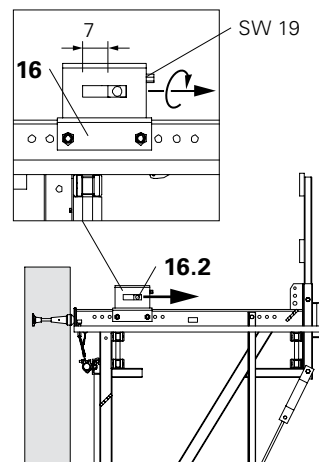
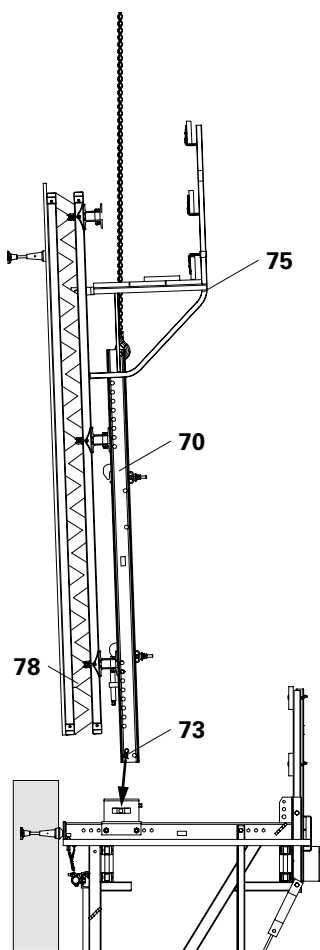

Fig. B2.05a
Fig. B2.05b
1. Arretrare la slitta (16.2) del dispositivo di posizionamento CB 160 (16), Ch 19, v. B3. (Fig. B2.05a)
2. Aprire l'impalcato della piattaforma di getto (31) sopra al corrente verticale. Assicurare eventuali oggetti non fissati.
3. Agganciare la cassaforma (78) completa di piattaforma di getto al corrente verticale CB 160 (70) e posizionarla sulla piattaforma..(Fig. B2.05b)
4. Fissare il corrente verticale con perno $\varnothing 25 \times 180$ (73) e inserto a molla 4/1 al dispositivo di posizionamento CB 160 (16).